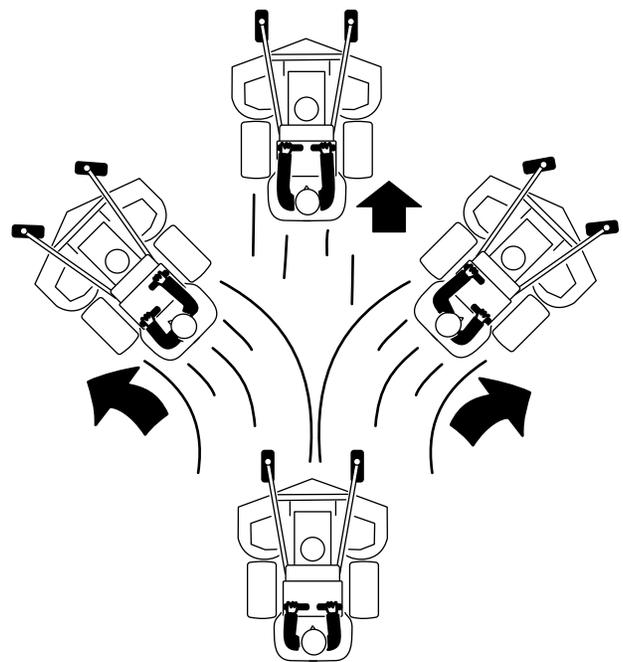

Figura 20
- Spingete lentamente in avanti le leve di controllo del movimento (Figura 20).